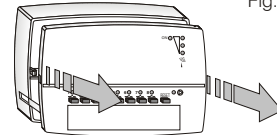

Fig. 4.i
- Extraire la partie avant de la base (la résistance à l'extraction est due aux broches d'accouplement aux bornes) (fig. 4.i).